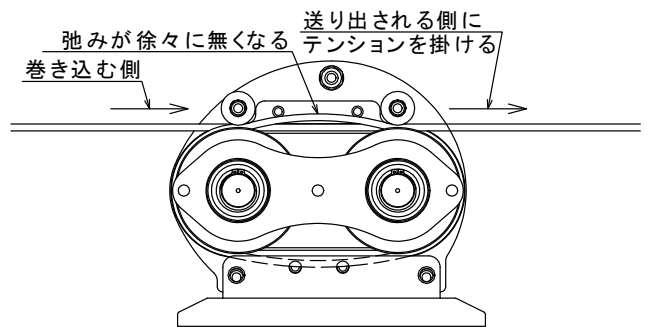

図6-1 エンドレス方式にしない場合
b. ワイヤロープをエンドレス方式にしない場合は、送り出されて行くワイヤロープを常に引っ張り、テンションを掛けてください。（図6-1参照）